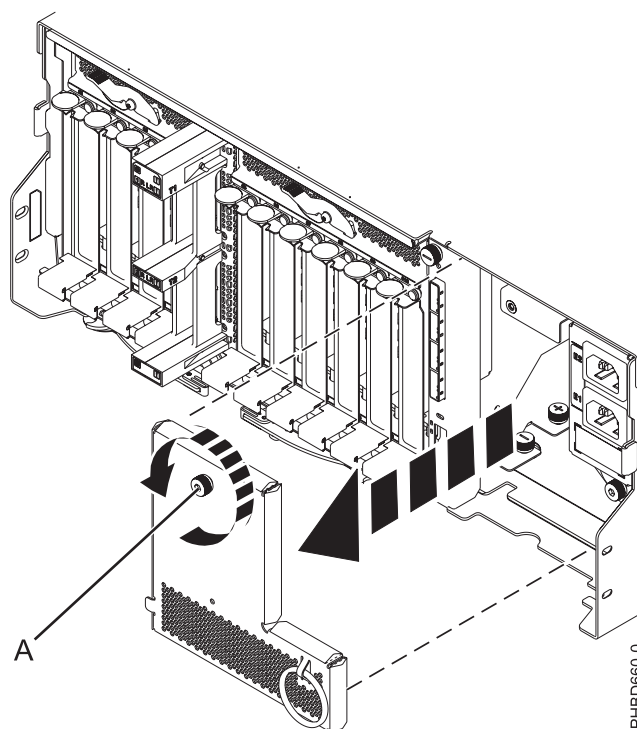

Figura 29. Extracción de una cubierta de conjunto de distribución de alimentación de entrada
7. En la cubierta del conjunto de distribución de alimentación de entrada, afloje el tornillo de mano (**A**) y, a continuación, extraiga la cubierta como se muestra en la Figura 29.